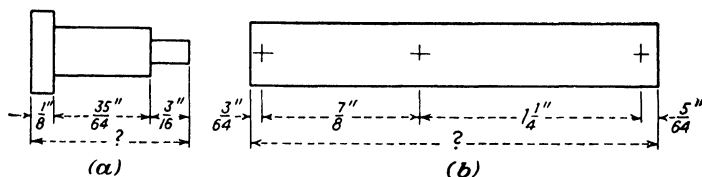

Fig. 24.
1. Find the over-all lengths in Fig. 24.